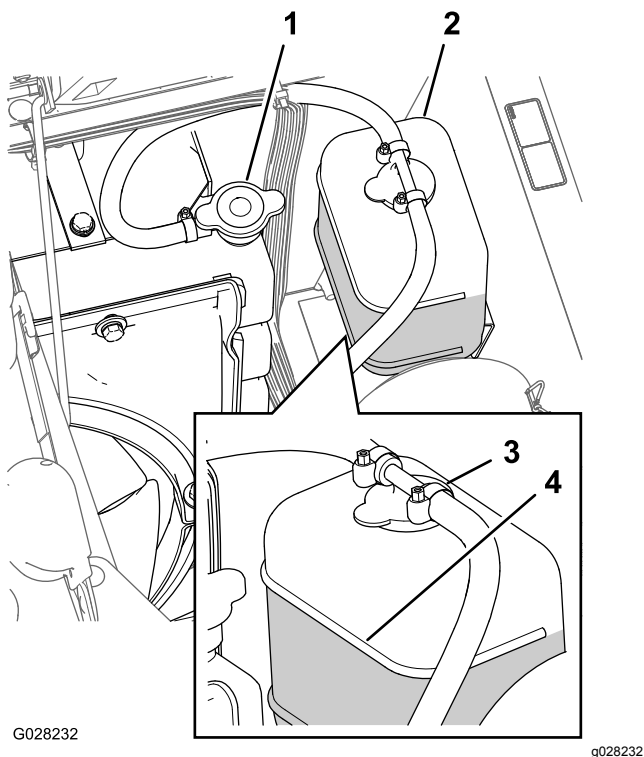

图 90
3. 小心拆下散热器盖和膨胀水箱盖图 90。
注意 散热器中的冷却液应添加至加油颈的顶部而膨胀水箱中的冷却液应添加至水箱上的“已满”标记处图 90。
5. 如果冷却液液位较低请拆下膨胀水箱盖和散热器盖然后将膨胀水箱添加至“已满”标记处将散热器添加至加油颈的顶部图 90。
6. 安装散热器盖和膨胀水箱盖图 90。
2. 发动机冷却后拆下散热器盖图 90。
6. 拆下散热器盖图 90。
8. 在散热器上的盖子松开的情况下启动发动机图 90。
10. 冷却液变热之后把冷却液液位添加至盖子的密封面处盖紧盖子 (图 90)。
11. 打开膨胀水箱盖向水箱添加冷却液至“冷”位置图 90。